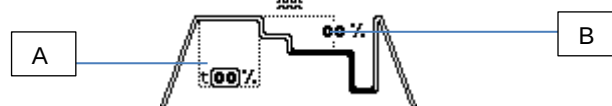

Fig.7
**OPCIÓN SOLDADURA E-TWO PULSE (OPCIONAL).** Configure los parámetros de soldadura como en la opción pulsada, y por último, seleccione mediante el codificador **S1** el submenú de opción (fig. 3 ref. D) y regule la duración de la corriente de pico expresada en porcentaje del periodo (fig. 7 ref. A) y la relación en porcentaje de reducción de la segunda pulsación con respecto a la primera (fig. 7 ref. B).